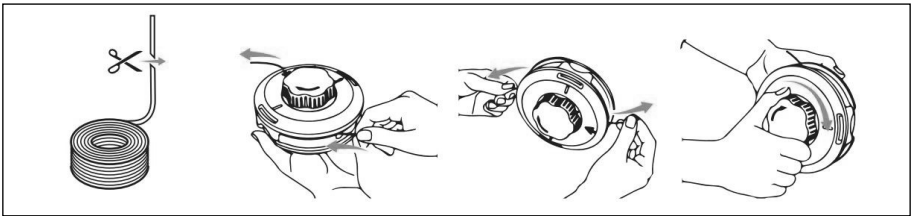

Рис. 7
- Совместите стрелки сверху кнопки и корпусом катушки, как показано на рис. 7